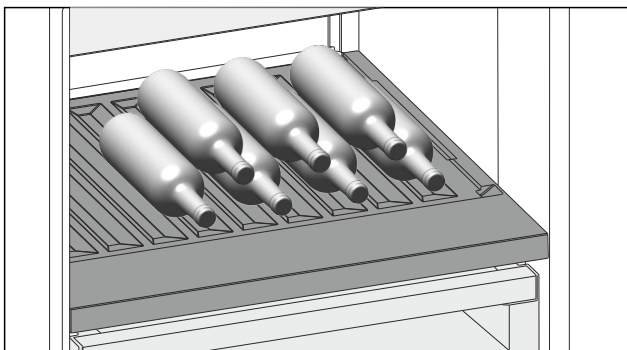

Fig. 145 Représentation à titre d'exemple
- Placer les bouteilles avec le fond orienté vers la paroi arrière de l'appareil. (voir Fig. 145)